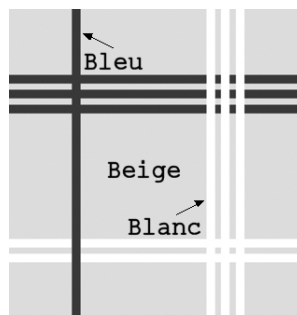

Fig.9.101
- [2] Dessinez les lignes de couleur bleue et blanche (fig.9.101).